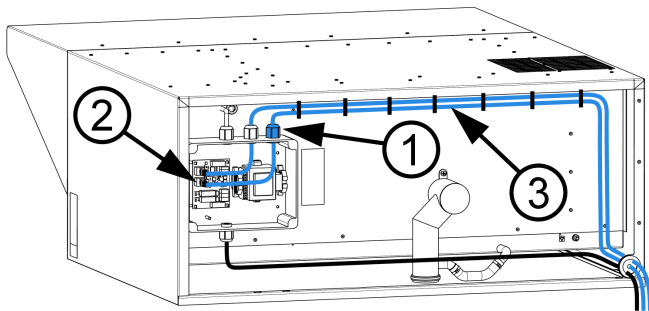

Abbildung 20: Anschluss des zweiten UTP-Kabels im Verteiler
Entriegeln und öffnen Sie die Abdeckung des Kunststoffverteilers mit einem Werkzeug. Lösen Sie im Verteiler die Abdeckung M20 von der Öffnung für die Kabelverschraubung. Installieren Sie anstelle der Abdeckung die Kabelverschraubung (1) mit dem UTP-Kabel (Bestandteil des Sets) und verbinden Sie das Kabel (mit dem noch freien Steckplatz (2) auf der Platine (siehe Abb. 20).
Verlegen Sie das zusätzliche UTP-Kabel mit Tülle und Ferrit parallel zum Originalkabel (3) und sichern Sie dieses mit den Zugbändern (Bestandteil des Sets) am Originalkabel (siehe Abb. 20).
Montieren Sie die Haube auf dem oberen Gerät und achten Sie darauf, den Doppeladapter für die Kamine korrekt mit den Gerätekaminen zu verbinden. Der Doppeladapter (1) wird dabei direkt mit dem Kamin des oberen Geräts und mit der Kaminverlängerung des unteren Geräts (2) verbunden (siehe Abb. 20).